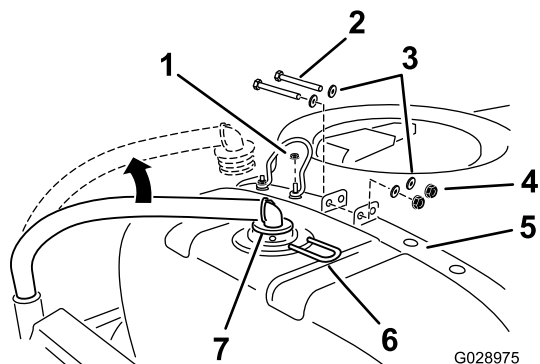

Figura 7
4. Scollegate il flessibile di alimentazione sulla parte posteriore superiore del serbatoio principale (Figura 7).
5. Rimuovete il perno forcella che fissa il raccordo e poi staccate il flessibile (Figura 7).
7. Rimuovete il dado di bloccaggio interno che fissa il fermo del coperchio del serbatoio alla fascia posteriore sinistra (Figura 7).